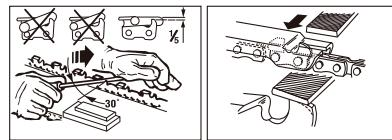

Afb. 21
**KETTING SLIJPEN** - De steek van de ketting (Afb. 21) is 3/8" LoPro x 0,050". Slijp de ketting met behulp van veiligheidshandschoenen en een rondvijl ø 4 mm (5/32").
Slijp de snijvlakken altijd uitsluitend met naar buiten gerichte bewegingen (Afb. 22) terwijl u de in Afb. 21 gegeven waarden aanhoudt.